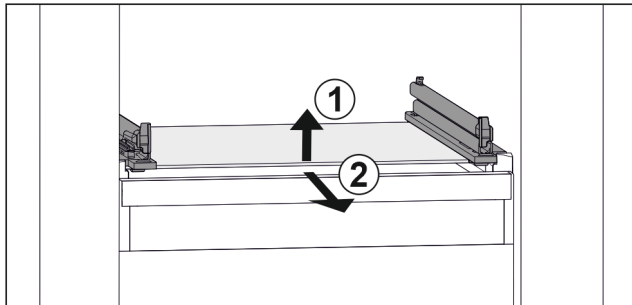

Fig. 102 Примерное отображение стеклянной пластины
- ▶ Приподнимите стеклянную пластину спереди. Fig. 102 (1)
- ▶ Извлеките стеклянную пластину движением вперед. Fig. 102 (2)